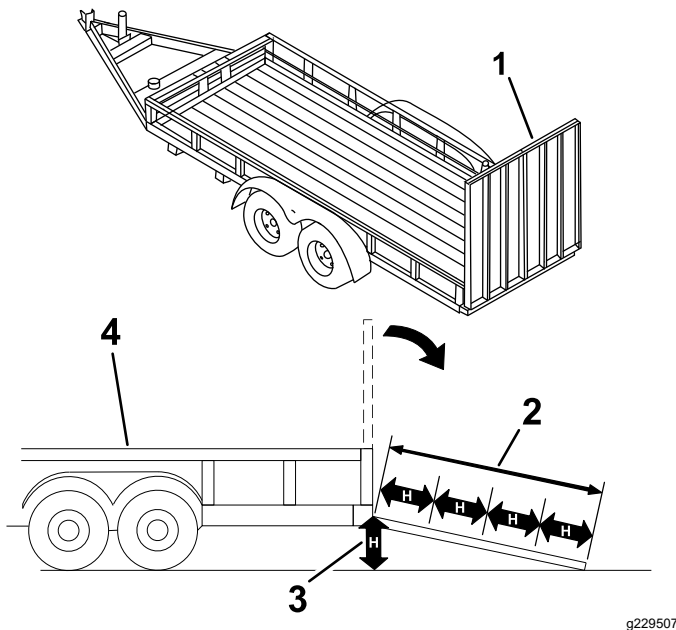

Figura 22
Colocar uma máquina num atrelado ou camião aumenta a possibilidade de capotamento e pode provocar graves ferimentos ou morte (Figura 22).
3. Desça a rampa (Figura 22).